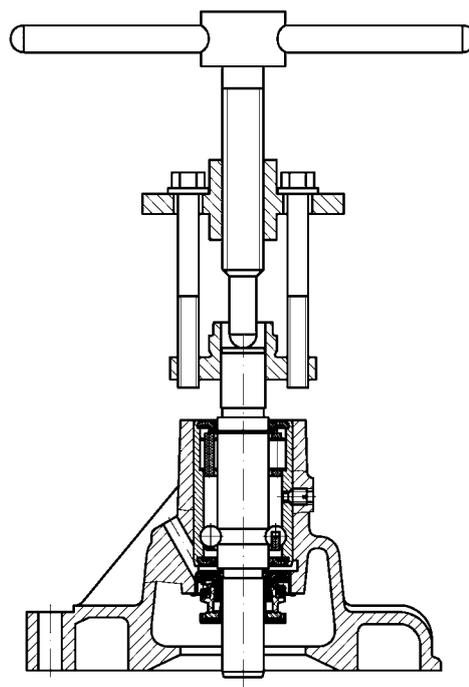

Рис.89. Снятие ступицы
- с помощью специального приспособления снять ступицу шкива насоса (рис.89);